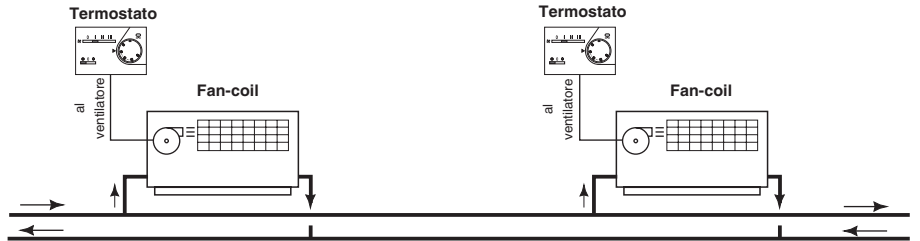

Fig. 2
- 3) solo ventilazione termostata ed elettrovalvola non collegata (fig. 2)